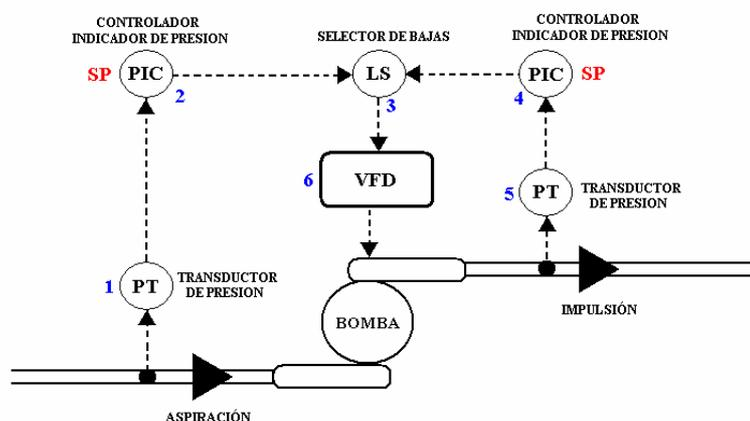

Figura. 6.28. Sistema que controla una estación de bombeo
dispositivos como se ve en la figura 6.28. El funcionamiento del sistema de bombeo es el siguiente:
- Para poder impulsar a una determinada presión, el sistema cuenta con un Transductor (medidor) de presión, que mide la presión de salida del sistema. (dispositivo 5 de la figura 6.28)
- Ese valor de presión pasa al PIC (Controlador Indicador de Presión), que lleva el valor de presión a un valor predeterminado (Set Point). Es decir da la orden a la bomba para subir o elevar la presión de salida. (dispositivo 4 de la figura 6.28).
- Por el otro lado tenemos un circuito de emergencia. Primero se mide la presión de entrada con un Transductor de presión (dispositivo 1 de la figura 6.28).
- De igual manera este valor es llevado a un PIC (dispositivo 2 de la figura 6.28), que tiene un valor bajo de set point. El valor de presión medida es comparado con éste set point y si es menor el PIC da la orden de parar el sistema ya que es perjudicial para el mismo. Y si es mayor al set point continua el funcionamiento normal.
- Las dos señales de los PIC's deben ser siempre comparadas con un selector de bajas (dispositivo 3 de la figura 6.28). Este dispositivo como su nombre lo indica selecciona la señal más baja de las dos. Si la señal más baja fuese la del PIC de entrada el sistema se detendría, sino funcionaría normalmente.